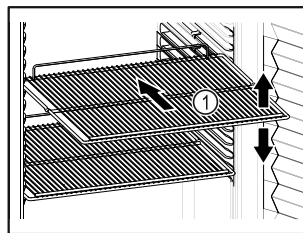

Fig. 62 Ilustrační zobrazení
- ❑ Pokud jsou odstavňovací rošty Fig. 62 (1) přemístitelné, přizpůsobte je vždy na danou výšku.